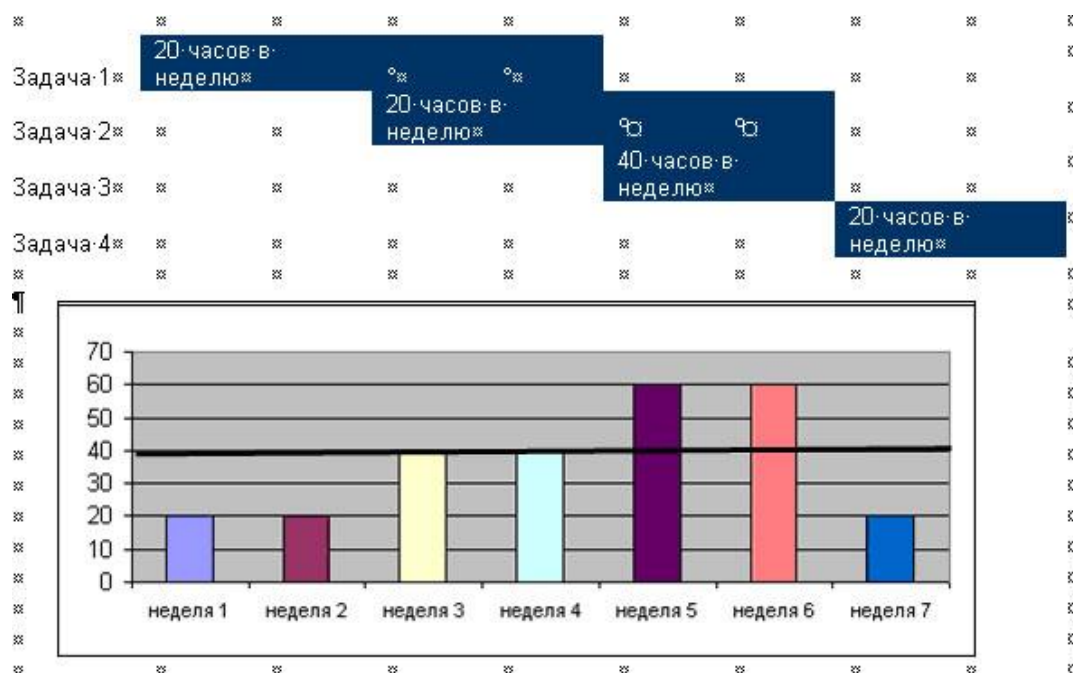

Рис. 4.9. Перевищення доступності ресурсів
*Вирівнювання ресурсів* – метод аналізу мережі розкладу, який застосовується до моделі розкладу, проаналізованої методом критичного шляху. Вирівнювання ресурсів використовується для виявлення планових операцій, які необхідно виконати, щоб укластися в зазначені терміни. Вирівнювання ресурсів зручно проводити за допомогою комп'ютерних програм складання розкладів, використовуючи гістограми ресурсів. Остання створюється на розділеному екрані – у верхній частині відображається діаграма Ганта, де зображено операції, які використовують ресурси, подані в нижній частині екрану у вигляді стовпчикової діаграми. Діаграми використовують однакову шкалу часу. На рис. 4.9 видно, що впродовж двох перших тижнів використано не усі ресурси, а на п'ятому і шостому тижні спостерігається їх перевитрата, тобто люди повинні будуть працювати понаднормово по 20 годин в тиждень впродовж 2-х тижнів.